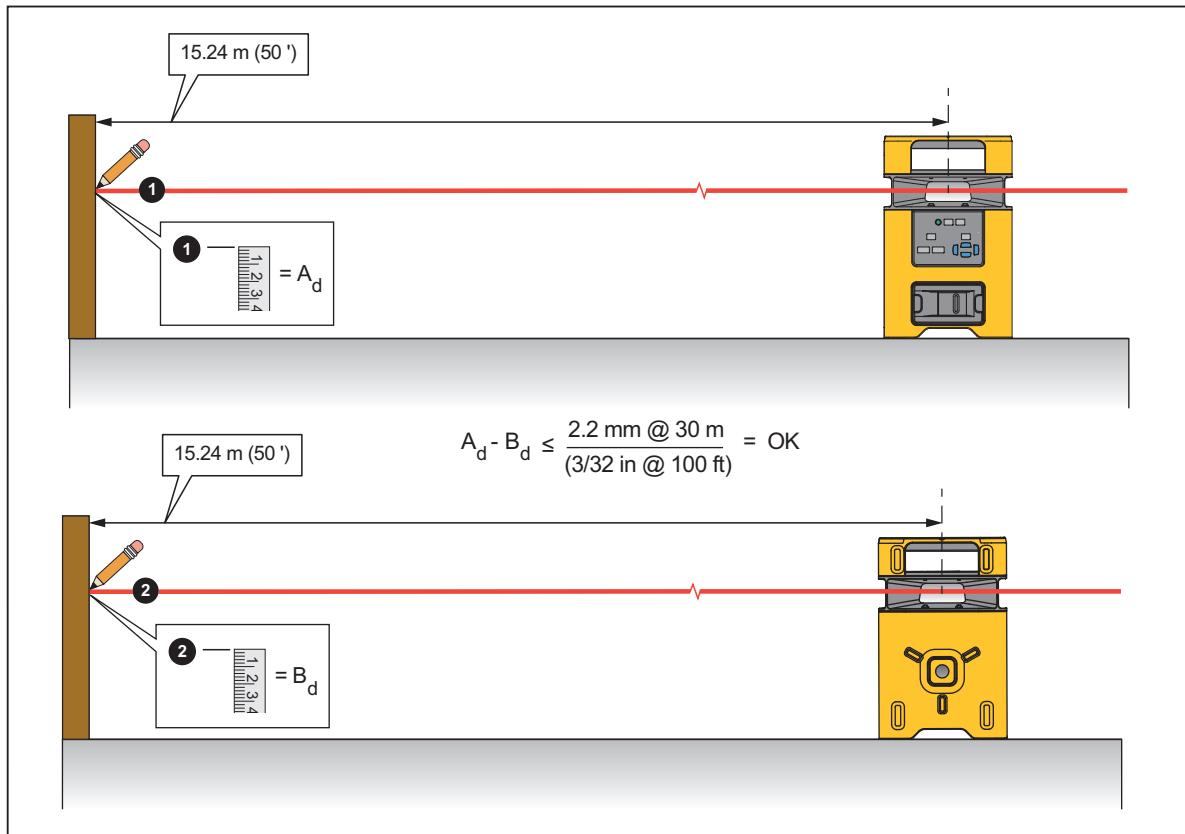

Figure 7. Niveau de précision
1. Trouvez un site horizontal qui est à peu près de niveau, de préférence une dalle en béton, avec une largeur $\geq 15,24$ m à partir d'un mur à utiliser comme cible. Voir la figure 7.